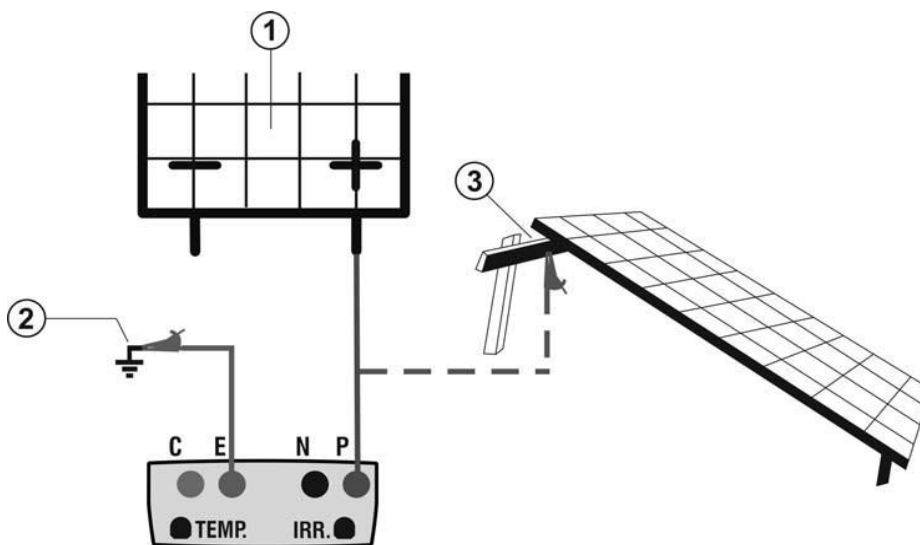

Fig. 11: Instrumentanslutning vid isolationsmätning i TIMER-läge
3. Anslut instrumentet till PV-modulen/strängen som skall testas samt till eventuella ojordade metalldelar och till systemets huvudjordpunkt (se Fig. 11). Se till att ansluta PV-modulens/strängens positiva pol samt metalldelar till ingång P.